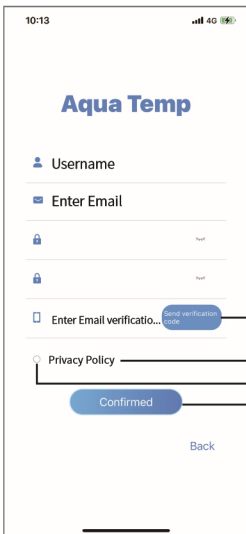

Fig.2 Account Registration interface
9. Klicken Sie auf "Bestätigt", die Gerätebindung ist abgeschlossen (Abb.2)
11. Klicken Sie auf das Gerät und springen Sie direkt zur Hauptschnittstelle des Geräts (Abb.2)